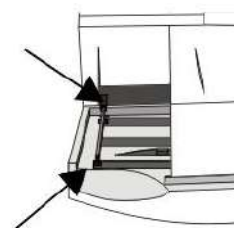

Рис. 2-7
2.3.5. Установка толкателя (рис. 2-7)